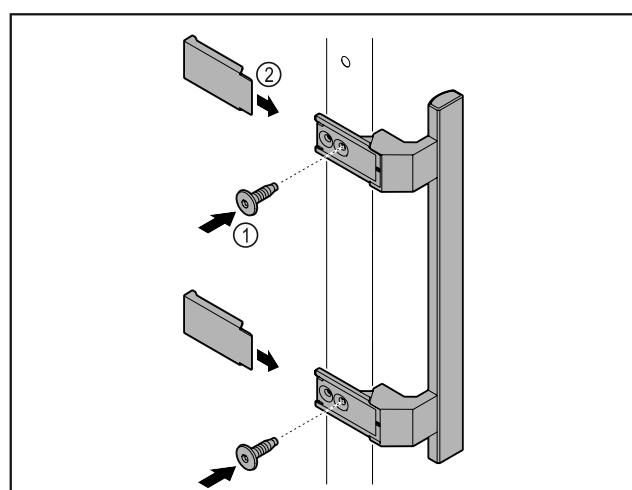

Fig. 42
- ▶ Colocar en la puerta el tirador del kit de accesorios con los tornillos incluidos Fig. 42 (1).
- ▶ Colocar las cubiertas Fig. 42 (2).